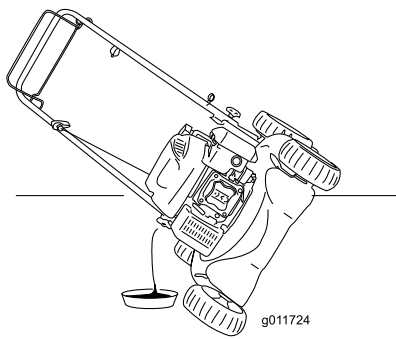

Рисунок 21
5. Переверните газонокосилку на одну сторону таким образом, чтобы масляный шпун был направлен вниз, для слива отработанного масла через маслозаливную горловину (Рисунок 21).